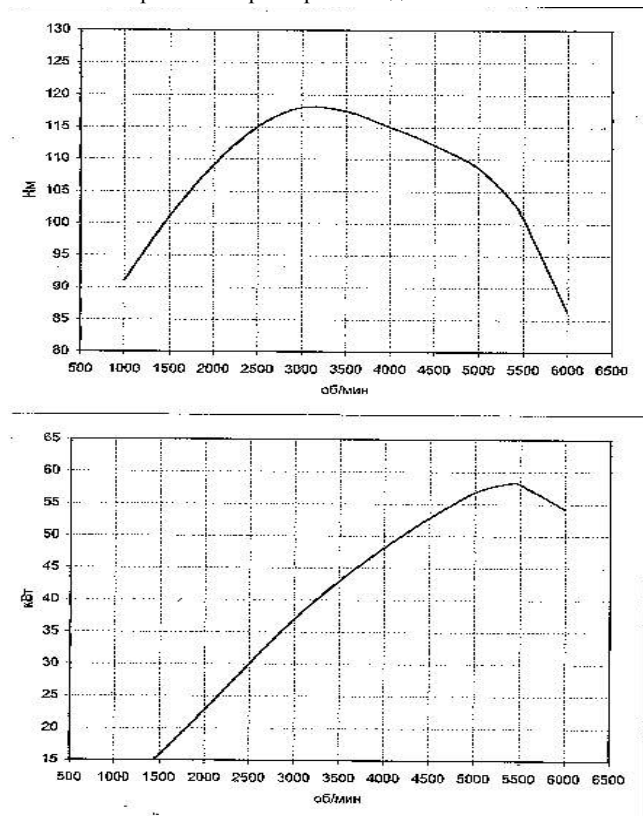
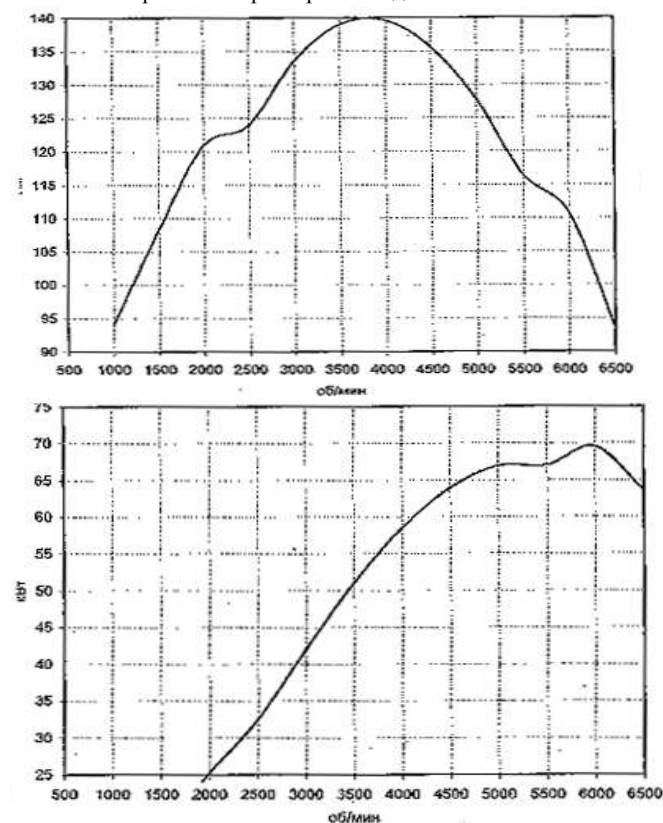

Рис.1
Рис.2
Задание. Легковой автомобиль движется по горизонтальной дороге на четвёртой передаче. Определить удельный расход топлива двигателя. Коэффициент сопротивления качению $f = 0,012 (1 + 0,0035Va)$; Внешняя скоростная характеристика двигателя показана на рис.1. и рис.2, где эффективная мощность двигателя $P_e = f(n_e)$; Коэффициент коррекции стендовой характеристики двигателя $k_c = 0,92$; КПД трансмиссии $\eta_{тр} = 0,88$; Плотность бензина $\rho_t = 0,75 \text{ г/см}^3$; плотность воздуха $\rho_v = 1,225 \text{ кг/м}^3$.
– частота вращения вала двигателя при максимальной мощности по внешней скоростной характеристике (рис.1, 2)
– стендовая мощность двигателя при $n_e = 2240$ об/мин по внешней скоростной характеристике (рис.1, 2)